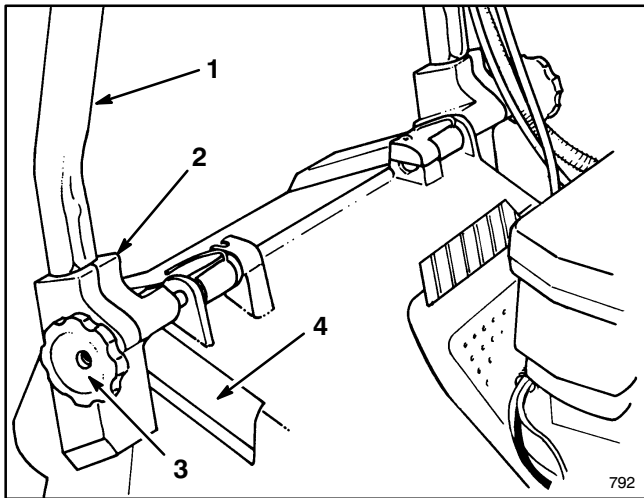
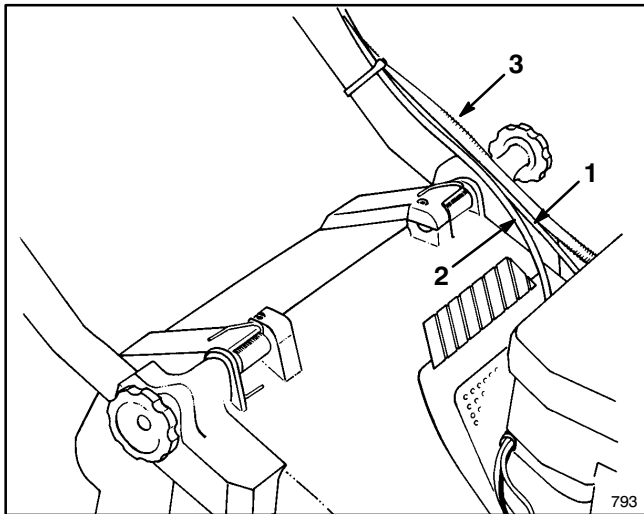

Figure 1
Figure 2
1. MONTAGE DU MANCHERON—Desserrer les boutons des supports de montage (Fig. 1).
3. Insérer les extrémités du mancheron dans les trous des supports de montage, et les mettre bien en place dans les supports (Fig. 1). S'assurer que les câbles de commande des gaz, du démarreur (modèles à démarreur électrique) et de la traction reposent sur le support de montage de gauche (Fig. 2).
4. Pivoter le mancheron et les supports vers l'arrière pour insérer solidement les supports dans leurs logements (Fig. 2).